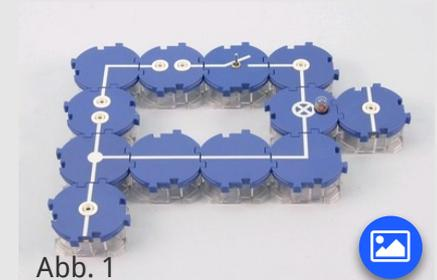
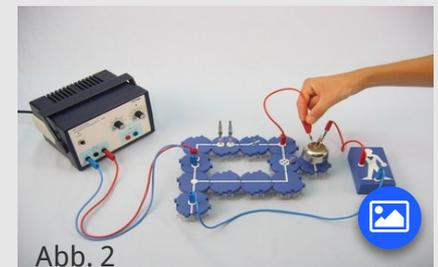

Abb. 1
Abb. 2
- Bau den Versuch nach den Abb. 1 und Abb. 2 auf. Spann den Eisendraht (Sicherung) mit Hilfe von Krokodilklemmen auf den Doppelsteckern ein. Die Krokodilklemmen dürfen sich dabei nicht berühren.